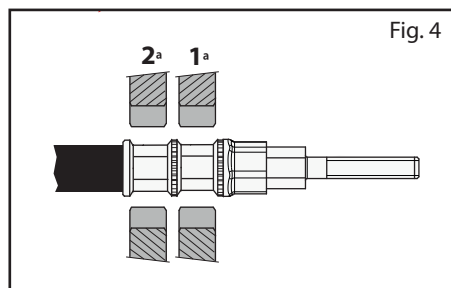

Fig. 4
- Centrare le matrici nello spazio tra le zigrinature del connettore ed effettuare le 2 compressioni rispettando la sequenza indicata: 1^a e 2^a (Fig. 4).